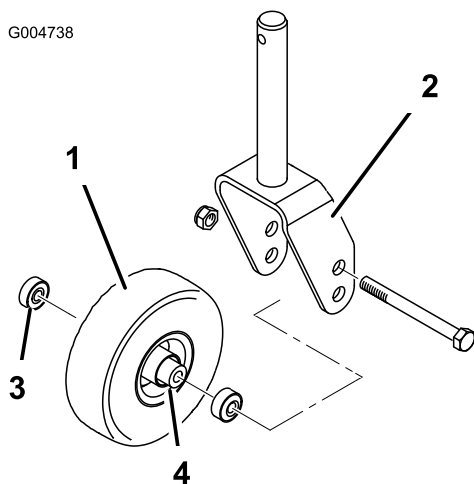
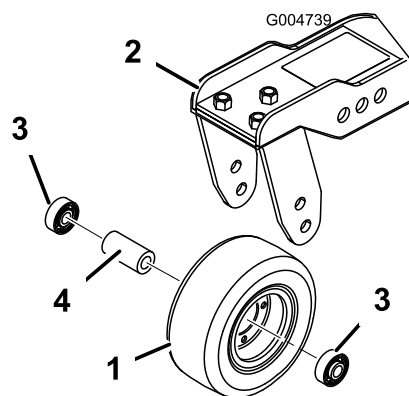

Figure 88
Figure 89
1. Retirez le contre-écrou du boulon vis de fixation de l'ensemble roue pivotante entre la fourche (Figure 88) ou le bras pivotant (Figure 89). Maintenez la roue pivotante et sortez le boulon de la fourche ou du bras pivotant.
2. Enlevez le roulement du moyeu de la roue et laissez tomber la douille d'écartement à l'extérieur (Figure 88 et Figure 89). Enlevez le roulement de l'autre côté du moyeu.